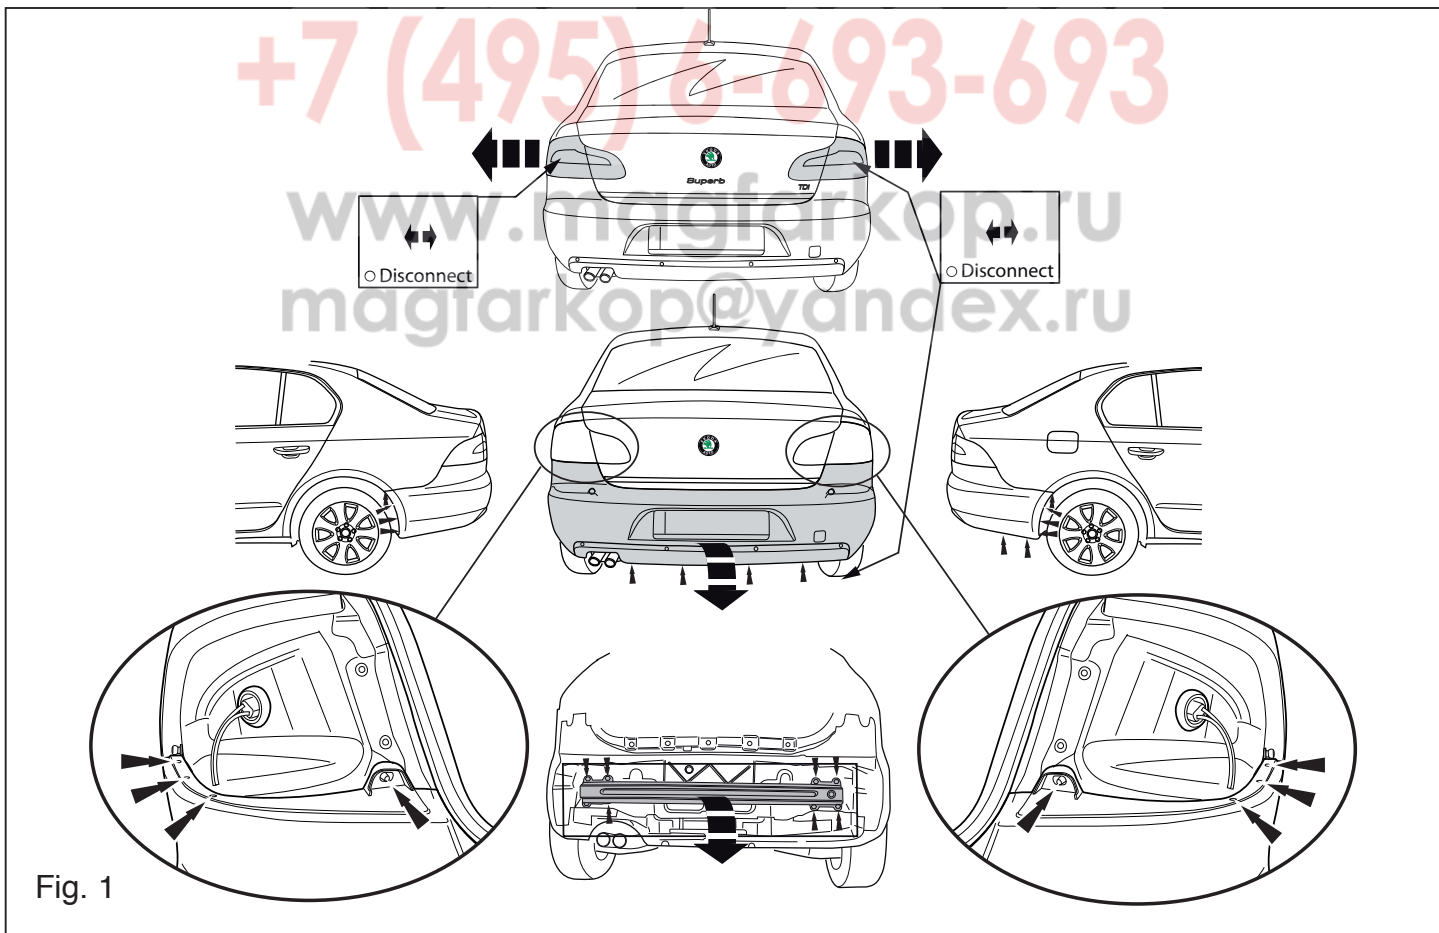

Fig. 1
1. Remove the rear-light units. See figure 1.
2. Remove the bumper. See figure 1.
4. Release the exhaust pipe from its last two holders and loosen the heat shield. See figure 1.
1. Die Rücklichter abmontieren. Siehe Abbildung 1.
2. Die Stoßstange abmontieren. Siehe Abbildung 1.